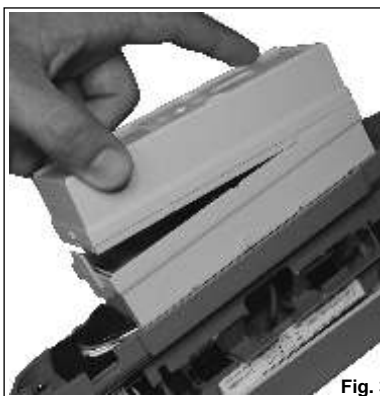

Fig. 3
- aprire, quindi, il vano in cui è alloggiata la parte radio (fig. 3);